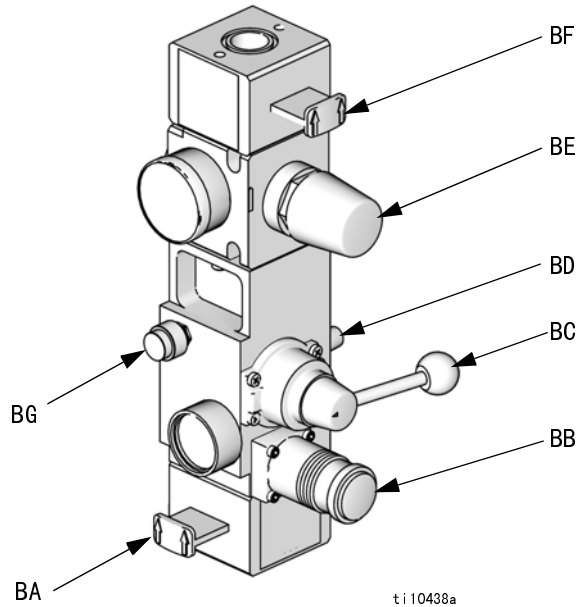

图 4 集成空气控制装置
- J 集成空气控制装置（参见图 4）
- 集成空气控制装置 (J)。请参见图 4。
- 气动马达电磁阀 (AD)。在运行模式、再循环模式或填料模式中开启所选柱塞后，电磁阀接通。当系统关闭或在减压模式，或泵在不活动的待机模式中，电磁阀关闭。电磁阀 LED 指示灯将在电磁阀接通时亮起。